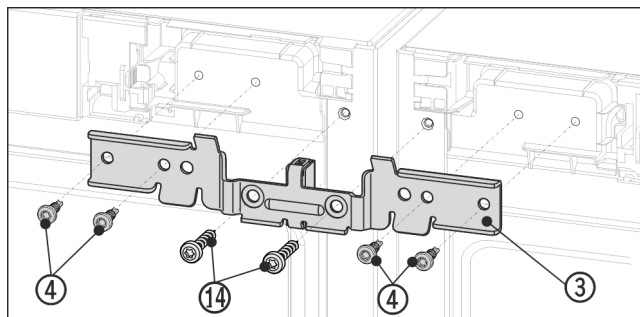

Fig. 13 Näitlik kujutis
- ▶ Lükake nurgik Fig. 13 (3) koos distantsdetailiga seadmete vahele ja tapile. Kruvige nurgik nelja kruvi Fig. 13 (4) ja eelnevalt väljakeeratud maanduskruvidega Fig. 13 (14) vaheldumisi paremal ning vasakul lahtiselt külge.